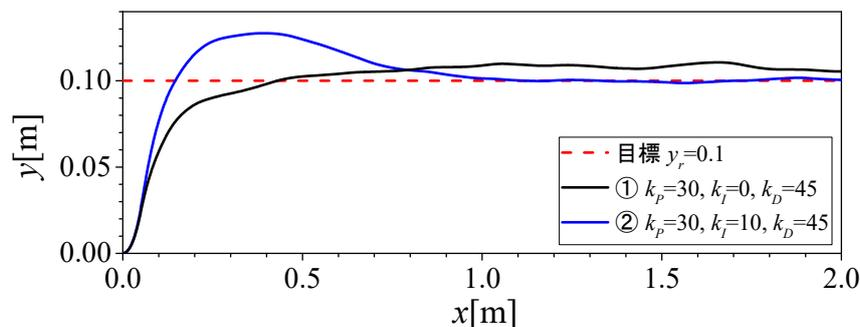
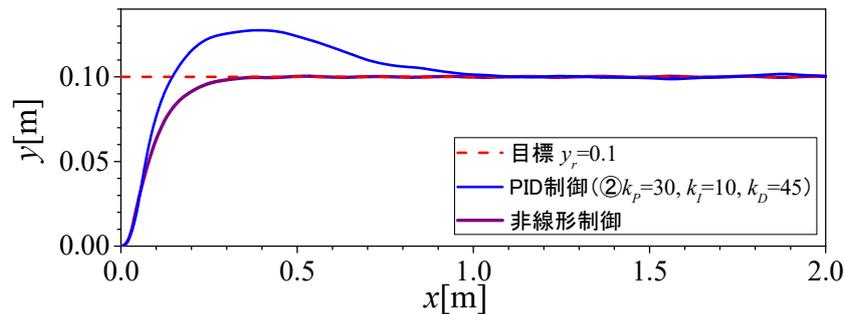

図6 実験でのロボットの軌道例 (PID 制御)
図 8 別の制御法を用いた場合の軌道の例（非線形制御）
(2-5)式に含まれる制御ゲイン  $k_P$ ,  $k_I$ ,  $k_D$  の選び方によって、目標軌道への追従の仕方は変化します。これを実験で調べてみましょう。実際に使用したプログラムは第2-4節に示します。このプログラムでは並進入力の制御ゲインを  $K_P=2.0$ ,  $K_I=8.0$  としています。旋回入力の制御ゲインを①  $k_P=30$ ,  $k_I=0$ ,  $k_D=45$ , ②  $k_P=30$ ,  $k_I=10$ ,  $k_D=45$  として実験を行ったときのロボットの軌道を図6に示します。この実験例では PD 制御では定常偏差が残ってしまいました(黒線)。そこで、積分制御を加えて PID 制御にすると、定常偏差がほぼ0になりました(青線)。ただし、積分制御を入れた場合は一度目標値を行き過ぎていきます。自転車や自動車の運転でコース変更を行なうときに、急ハンドルになって軌道が揺れてしてしまうことに似ています。よりうまく軌道に追従するように、制御ゲインを調整してみてください。
(2-7)式のシステムに PD 制御(2-8)を用いた場合は、十分時間が経ったときに一定の目標軌道  $y_r$  に収束することが期待できます。これは、(2-9)式に最終値の定理を用いれば確認することができます。しかし、実際に実験を行うと前節の図 6 の①の場合のように、偏差が残ってしまうことがあります。この原因の一つとして、前述のモデルではモータの動特性や摩擦などを考えていないことが考えられます。そこで、前節の実験では積分項も加えて(2-5)式のような PID 制御を用いて定常偏差を 0 に近づけています。
ところで、実際には並進速度  $v_1$  は一定値ではありません。目標値  $v_d$  に収束するまでの間や外乱（例えば床の摩擦の変化）などによって  $v_1$  が変動した場合は仮定 1 が満たされず、(2-5)式の制御則では軌道が変動してしまいます。また、図 6 の実験例では途中で角度  $\theta$  が 60 度近くになっており、仮定 2 が満たされず、実際のロボットの  $y$  方向の変化は(2-7)式の線形モデルの挙動とは異なっています。そのため、線形モデルでの知見にもとづいて制御ゲインを選定することには限界があります。しかし、このような仮定 1、仮定 2 が満たされない場合でも、(1-3)~(1-5)式に含まれる非線形性を考慮して設計した制御則を用いるとよりうまく軌道制御を行うことができます。興味がある人は参考文献 3 を見てください。文献 3 の制御法を適用した場合の走行軌道例を図 8 に紫の太線で示します。PID 制御の青線よりも定常状態での軌道の変動が減少しています。また、この実験例ではオーバーシュートをしないように制御ゲインを調整しましたが、その調整も比較的容易でした。同じロボットでも制御法や制御パラメータをうまく選ぶことで走行軌道を改善できる可能性があります。いろいろな制御法を学んで試してみてください。